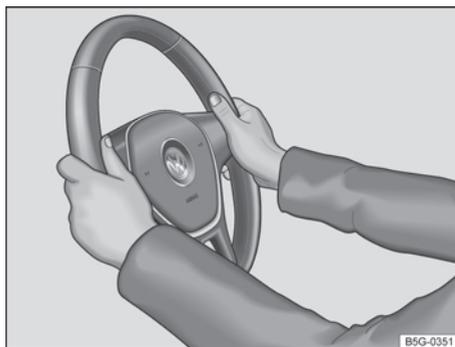

Fig. 55 No volante: posição das nove e três horas.
2. Ajustar o volante de forma que possa ser segurado lateralmente com ambas as mãos, com os braços ligeiramente arqueados, na borda externa (na posição das 9h e 3h) → Fig. 55.